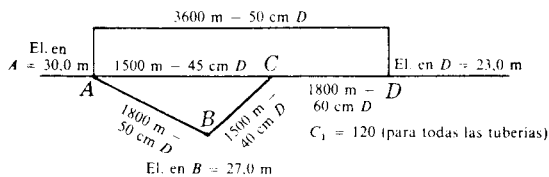

Fig. 8-15
35. En el sistema de tuberías mostrado en la Fig. 8-15 es necesario transportar 600 l/seg hasta D , con una presión en este punto de 2,80 kg/cm². Determinar la presión en A en kg/cm². Sol. 3,40 kg/cm²